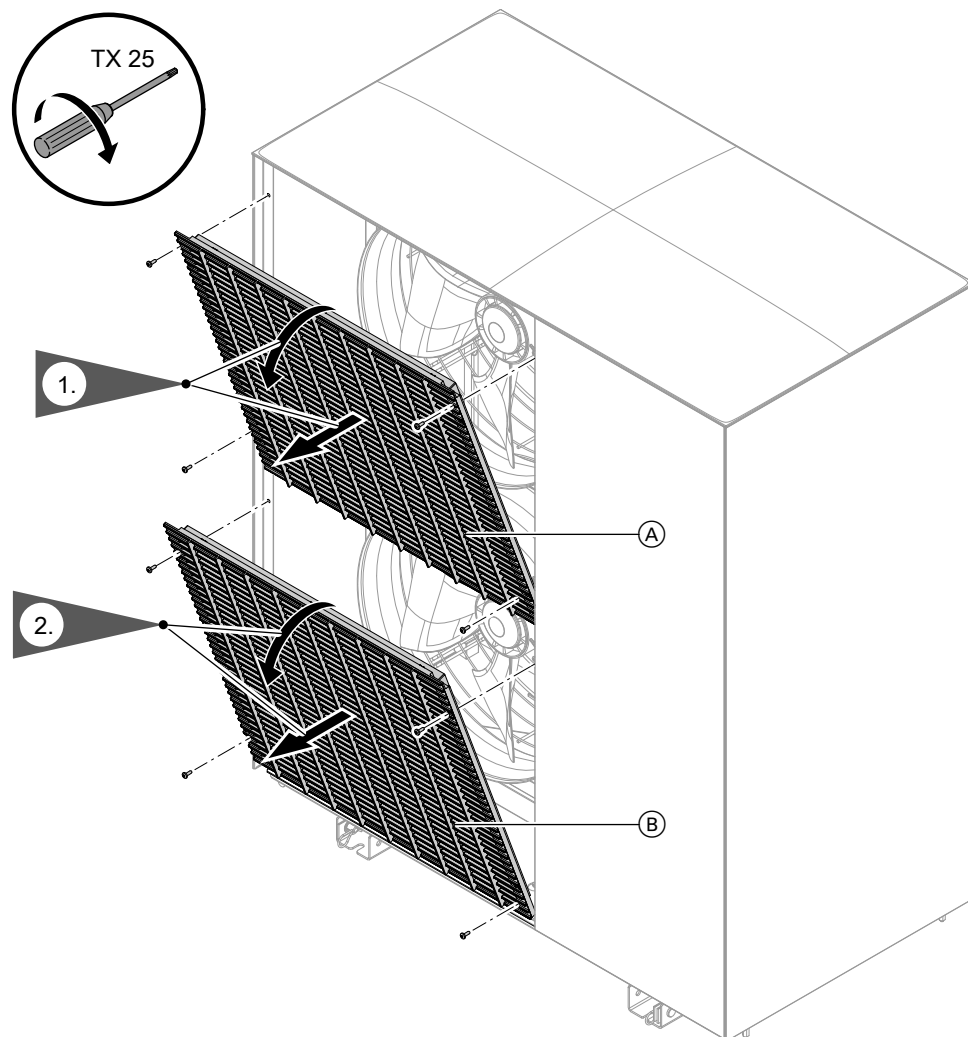

Abb. 99
2. Schutzgitter Ventilator abbauen: Siehe Abb. 99.
4. Schutzgitter Ventilator und Deckel abbauen: Siehe Abb. 99 und 98.
2. Schutzgitter Ventilatoren abbauen: Siehe Abb. 99.